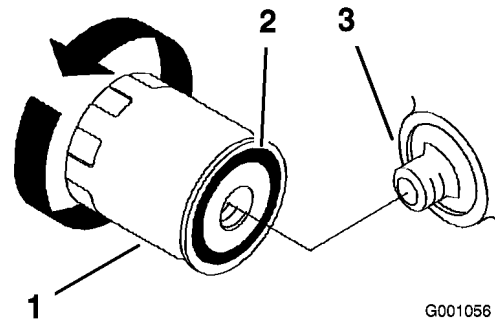

Figure 40
2. Déposez le filtre à huile usagé et essuyez la surface du joint de l'adaptateur (Figure 40).
4. Appliquez un mince film d'huile neuve sur le joint en caoutchouc du filtre de rechange (Figure 40).
5. Posez le filtre à huile de rechange sur l'adaptateur. Tournez le filtre dans le sens horaire jusqu'à ce que le joint touche l'adaptateur, puis donnez 1/2 tour supplémentaire (Figure 40).